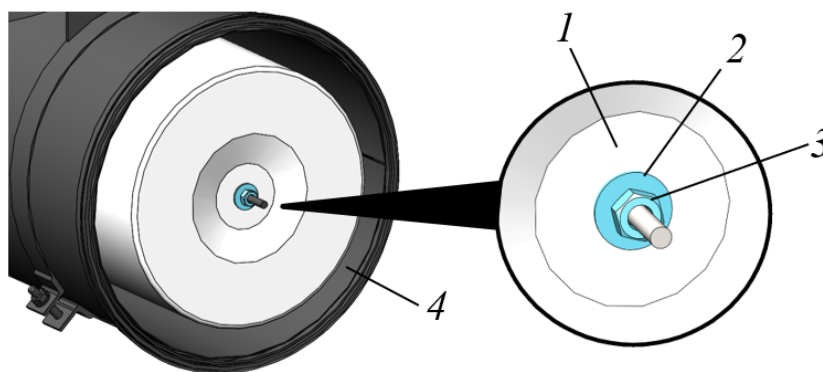

Рисунок 5.29. Извлечение основного фильтрующего элемента из корпуса фильтра
- ▶ Ключом (S=17) открутить гайку крепления фильтра 3, снять шайбу 2 и извлечь из корпуса фильтрующий элемент 1, рис. 5.29. **Вместо гайки 3 может устанавливаться гайка-барашек.**
- Установить новый фильтрующий элемент 1 в корпус фильтра 4, зафиксировать фильтр в корпусе используя шайбу с гайкой, рис. 5.29.